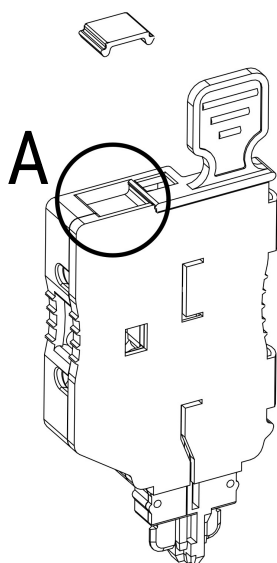
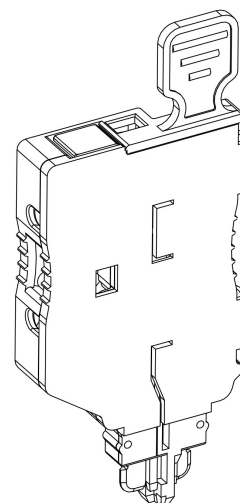

Рисунок 53 – установка маркировки УМКП в
Рисунок 54 – установленная маркировка УМКП в ПР-КН 2,5
- У штекеров ПР-КН 2,5 паз для маркировки УМКП расположен на верхней стенке (рис. 53 «А»; рис. 54).